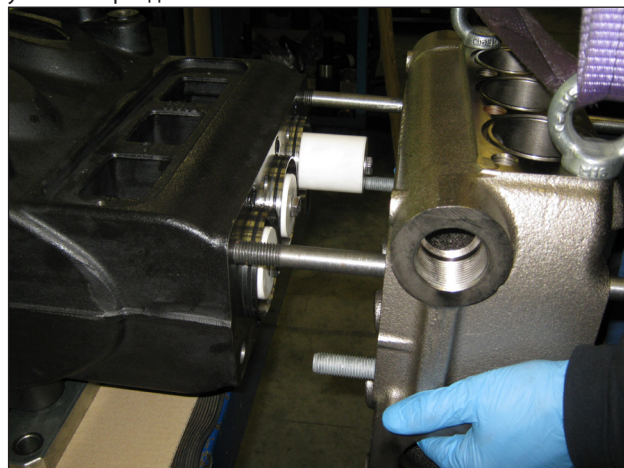
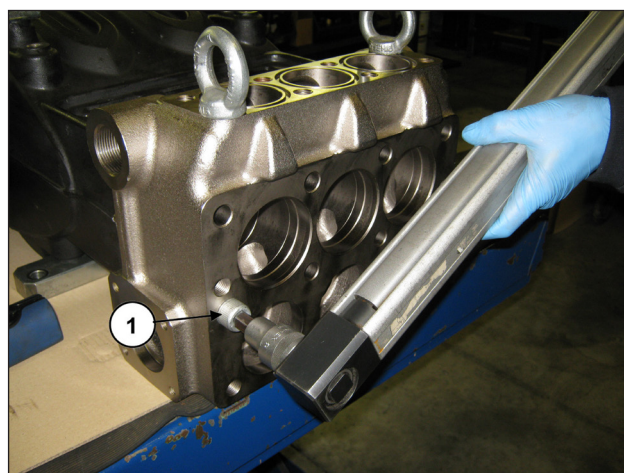

Рис. 119
Рис. 120
Установите торец на картер насоса (поз. ①, Рис. 119), стараясь не задеть поршни, и завинтите 2 винта М16х180 (поз. ①, Рис. 120) динамометрическим ключом, как указано в разделе 3 "МОМЕНТЫ ЗАТЯЖКИ ВИНТОВ".